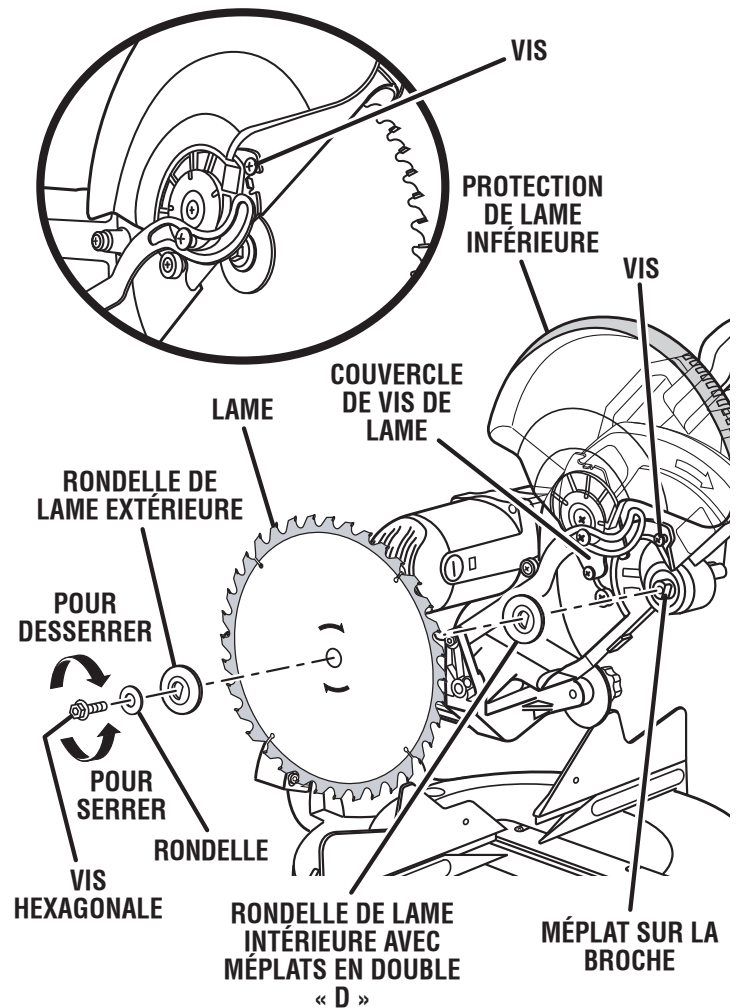

Fig. 13
Voir la figure 13.
- Engager la lame dans la protection inférieure et sur la broche. Les dents doivent être orientées vers le bas à l'avant de la lame, comme le montre la figure 13.